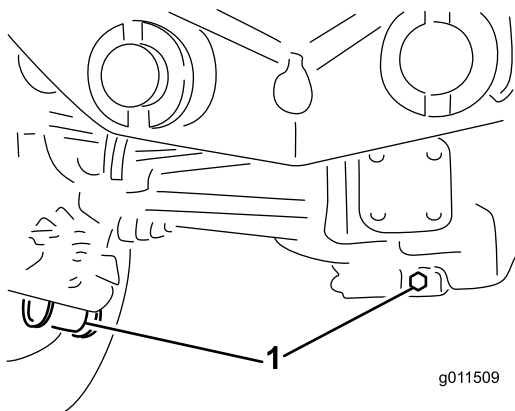

Figura 94
2. Limpie la zona alrededor de los tres tapones de vaciado, uno en cada extremo y uno en el centro (Figura 94).